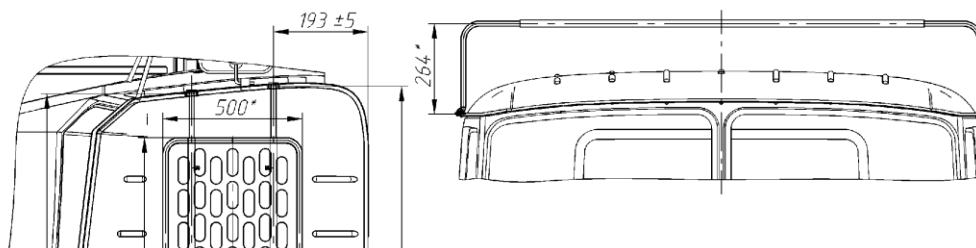

Рис. 27. Полка багажная
**Стр. 153 РЭ, после второго абзаца сверху добавляется текст и рис. 27: «На автомобиль по требованию заказчика может устанавливаться багажная полка (рис. 27).»**